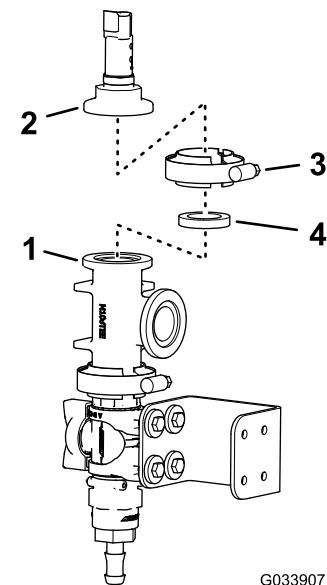

Рисунок 30
6. Совместите фланец датчика давления с фланцем тройника, как показано на Рисунок 30.
- Установите датчик давления на тройник, используя прокладку и фланцевый хомут, и затяните хомут вручную (Рисунок 30).